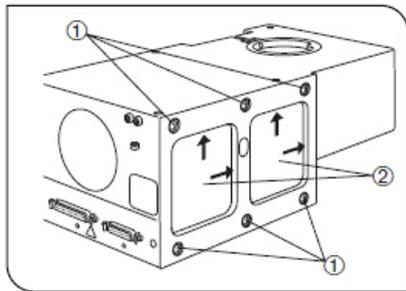

图 18
(图 18 和 19)
- 使用附带的密封固定左侧板上的 6 个螺丝孔①（图 18），以防止光泄漏和灰尘进入。